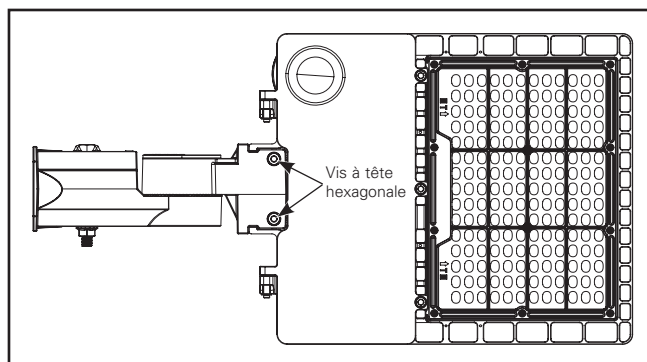

Figure 3.
2. Acheminez les fils électriques du luminaire dans l'adaptateur d'emboîtement et installez l'adaptateur d'emboîtement sur le luminaire. Serrez fermement avec deux vis hexagonales. Serrez à un couple de 3,4 Nm (30 po-lb) (figure 3).